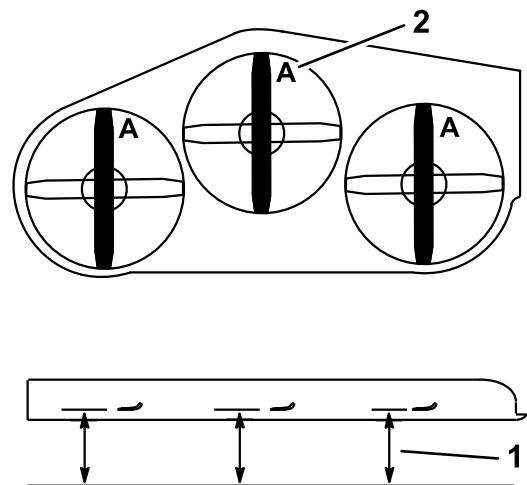

Figura 101
3. Gire las cuchillas hasta que los extremos estén orientados hacia adelante y hacia atrás (Figura 101).
4. Mida desde una superficie nivelada hasta el filo de corte, posición A, de las cuchillas (Figura 101).